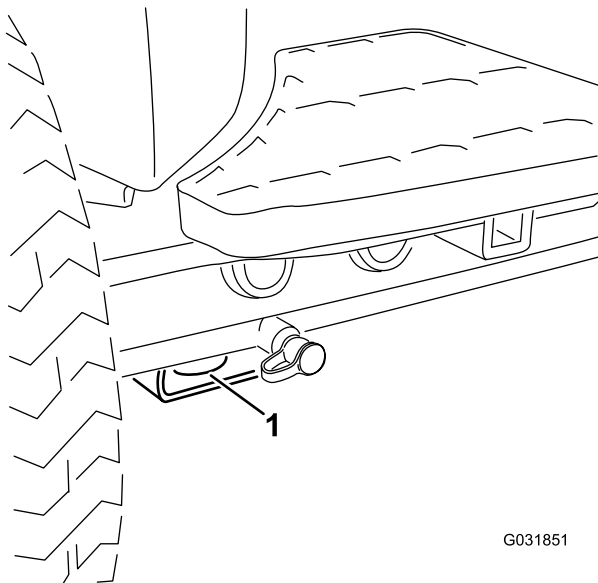

Figura 60
- **Parte delantera de la máquina** – el orificio del bloque rectangular, debajo del tubo del eje, al interior de cada rueda delantera (Figura 60).